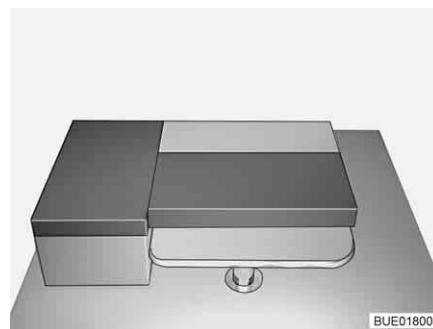

Fig. 106 Dopo la trasformazione
- Posizionare il cuscino dello schienale lungo tra il cuscino del divano e la parete (vedere Fig. 106).